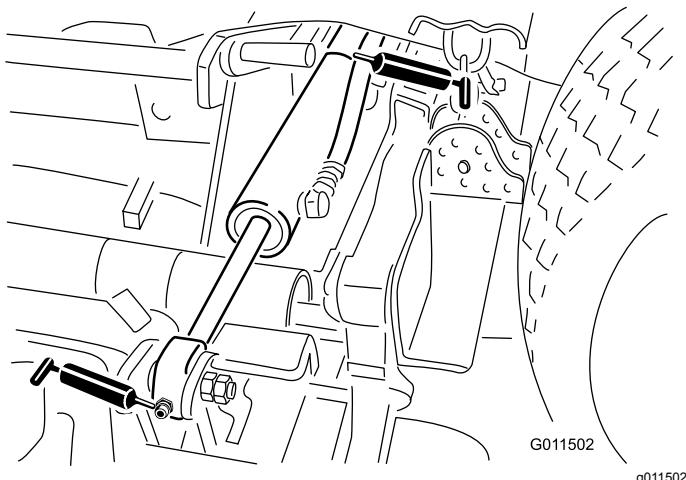

Figura 67
Cilindros de elevación de la carcasa lateral (4) (Figura 67)